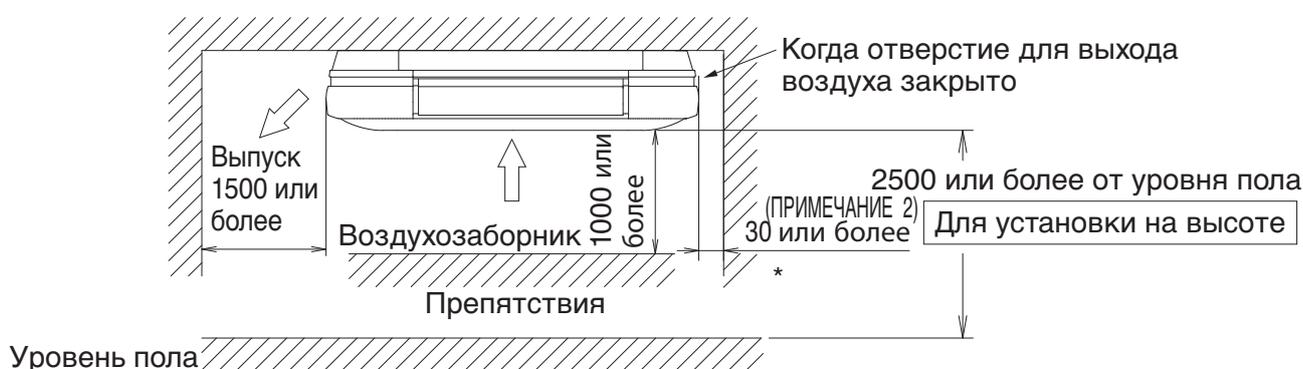
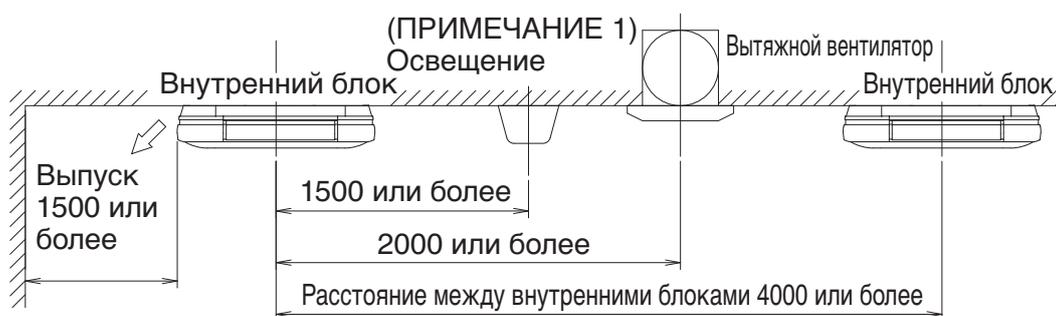

Рис. 1
Рис. 2
(1) Выберите место для установки, одобренное заказчиком и соответствующее следующим условиям.
- С наличием свободного пространства, достаточного для установки и технического обслуживания. (См. рис. 1 и рис. 2)